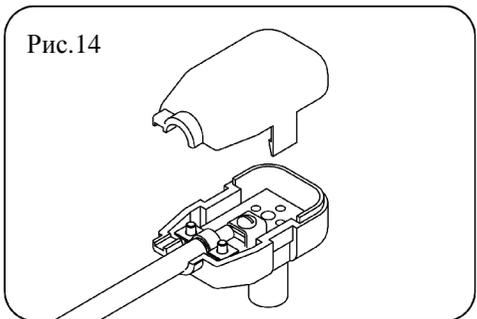

Рис.14
5.16. Другой конец кабеля присоединить к сепаратору (рис.14).